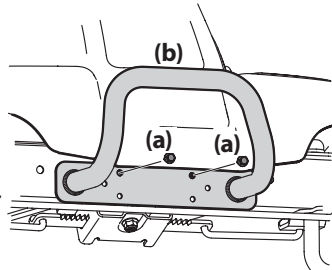

Figure 10
1. Retirez les deux boulons (a) à l'avant et au centre de l'essieu avant. Voir Figure 10.
2. Positionnez le pare-chocs sur les trous de montage et attachez-le avec la quincaillerie retirée à l'étape précédente. Voir la Figure 10.